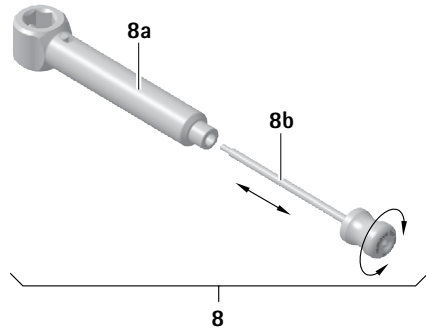

Fig. 2
- Visser la barre de nettoyage **8b** dans le stabilisateur **8a**, voir Fig. 2.